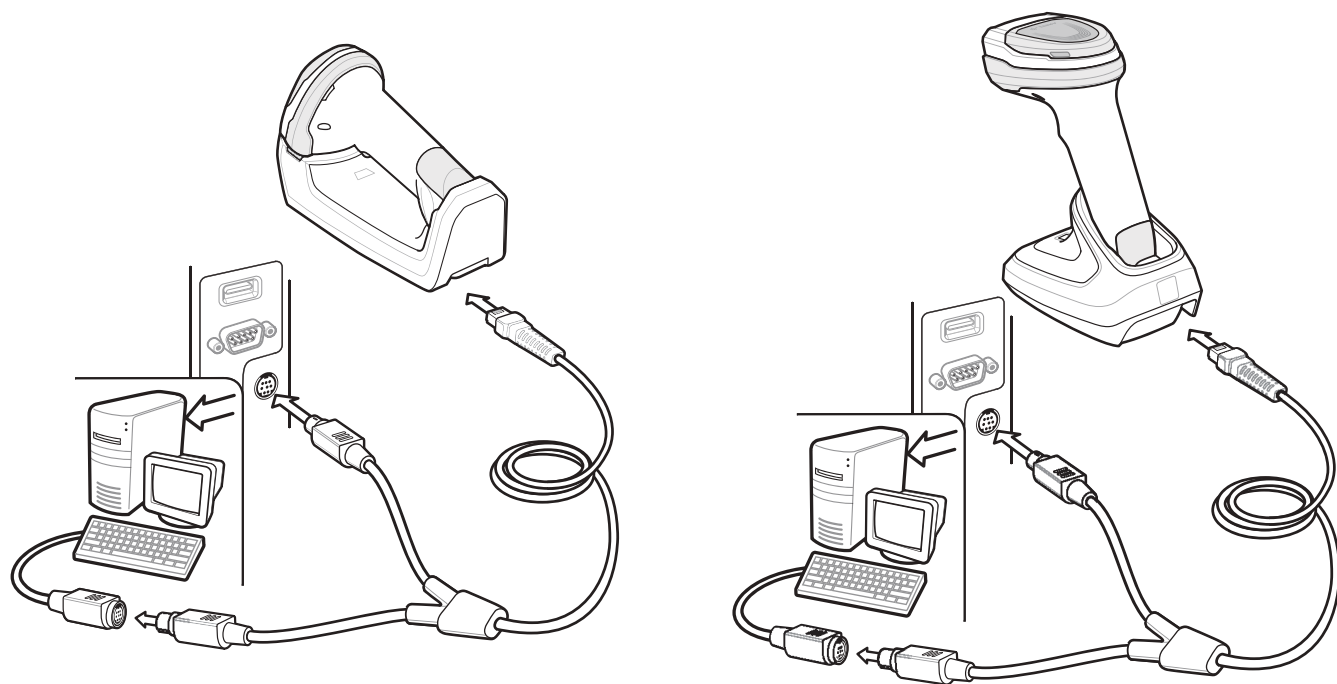

図 11-1 Y ケーブルによるキーボード インタフェース接続
- ✓ **メモ** 必要なインタフェース ケーブルは、設定によって異なります。図 11-1 のイラストに示したコネクタは、あくまでも例です。コネクタはイラストと異なる場合がありますが、クレードルを接続する手順は同じです。